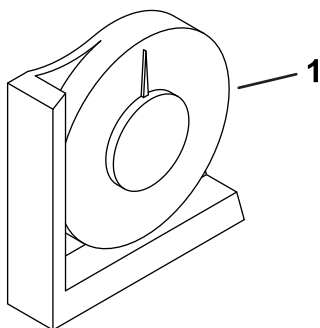

Figure 3
2. Vérifiez que la machine est de niveau en plaçant l'inclinomètre à main (fourni avec la machine) sur la traverse du cadre, près du réservoir de carburant (Figure 3).